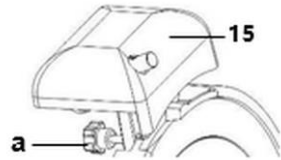

Fig. 9
2. Løsn skruen (a) fra knivsliberen (15) der befinder sig bagved apparatet (fig. 9).
3. Fjern knivsliberen (15) og drej den i 180°.
4. Indsæt knivsliberen (15) i styret, der er beregnet til dette formål, og spænd monteringskruen (a).
6. Tilslut apparatet til en enkelt jordet stikkontakt og tænd for det ved hjælp af den hvide START knap (B).
1. Fjern knivsliberen fra apparatet (fig. 9)
1. Fjern hele knivsliberen fra apparatet (fig. 9).